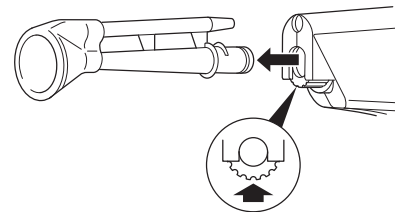

Abbildung 2 – Abnehmen des Spitzenaufsatzes
- Den Spitzensperremechanismus drücken und den Spitzenaufsatz aus dem Handstück nehmen (Abbildung 2).